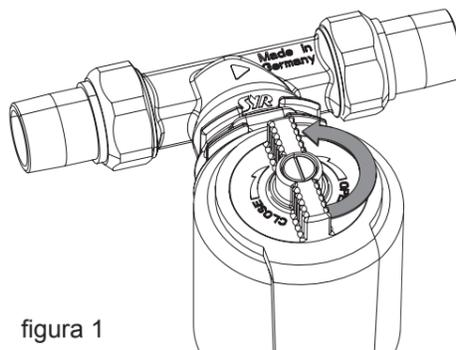

figura 1
- Ruotare la valvola di chiusura in senso antiorario (aperto) (figura 1) per avviare il controlavaggio.